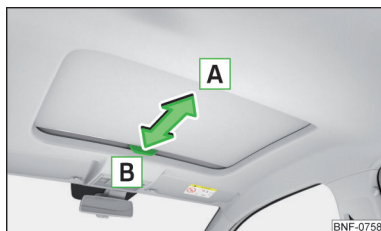

Fig. 36
- Pentru **deschidere**, trageți mânerul în sensul săgeții **A** » fig. 36.